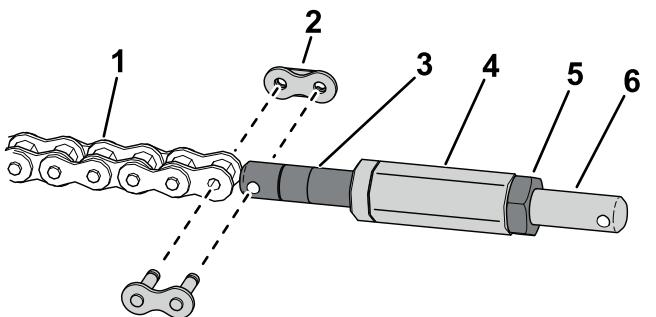

**Figura 2**
2. Utilice un pasador y un tornillo de cabeza hexagonal para fijar el tope de la rueda en el conjunto del raíl (Figura 2).